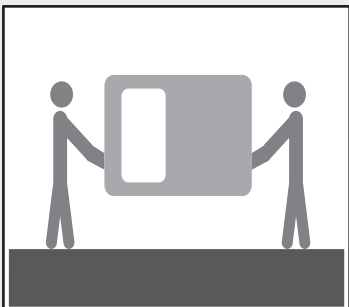

Figura 2 - Detalhe do carregamento das esquadrias.
i) Recomenda-se que cada esquadria seja carregada por duas pessoas e sempre deslocada na mesma posição de instalação, conforme figura 2.